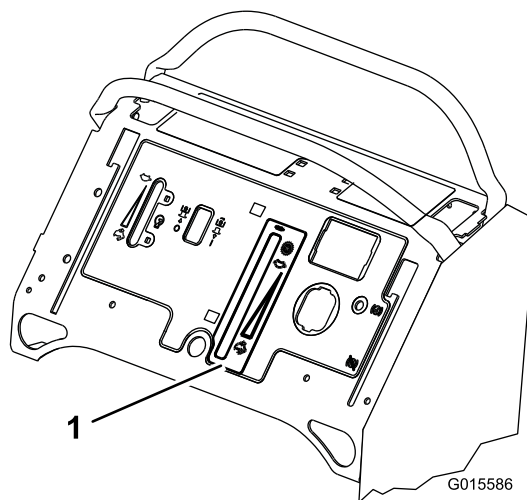

Bild 10
2. Bringen Sie das Schild an der Maschine an, wie abgebildet (Bild 10).